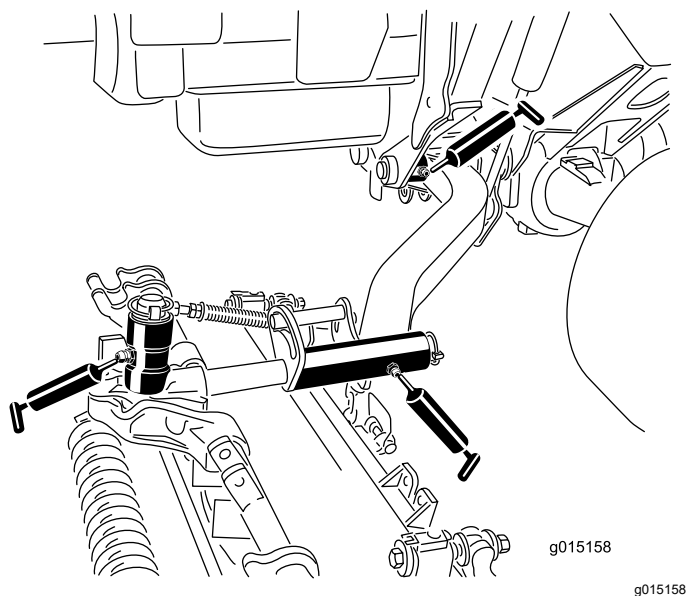

図 73
- 昇降アームのピボットブッシュカuttingユニット 1 台に 1 ヶ所 図 73
- カuttingユニットのキャリアフレームカuttingユニット 1 台に 2 ケ所 図 73
- 昇降アームのピボットカuttingユニット 1 台に 1 ケ所 図 73